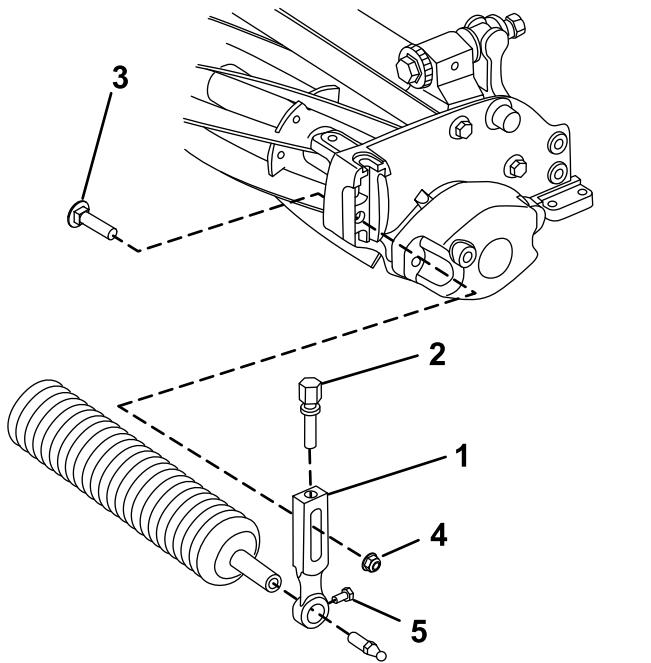

Bild 3
1. Entfernen Sie die Befestigungsschraube und Sicherungsbundmutter, mit denen einer der Schnitthöhenarme an der Seitenplatte an der Schneideeinheit befestigt ist (Bild 3).